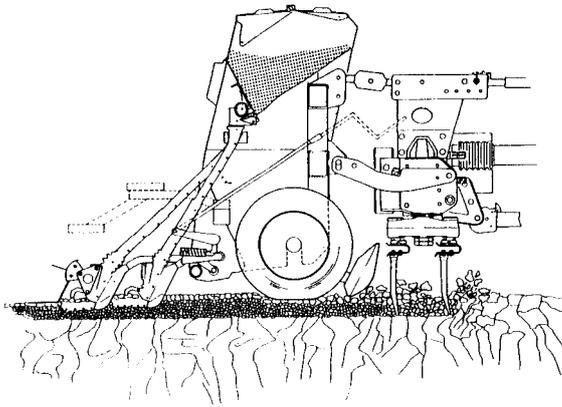

Fig. 5
- Rüttelegge mit Streifenpacker-Drillmaschine mit K-Scharen (Schleppscharen) (Fig. 5) auf leichten bis mittelschweren Böden zur Arbeit nach dem Pflug.